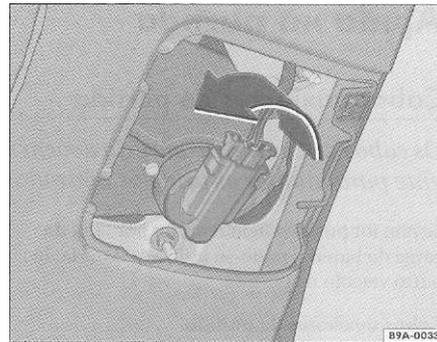

Fig. 134 Soquete da lâmpada de marcha à ré
- Gire o soquete da lâmpada no sentido anti-horário fig. 134.